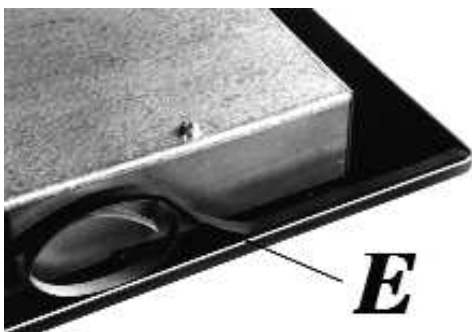

FIG. 9
- Vuelque la placa de cocción y coloque correctamente el lado adhesivo de la junta "E" (fig. 9) debajo del borde de la misma de manera que el lado externo de la junta coincida perfectamente con el borde perimétrico externo del cristal. Los extremos de las tiras deben encajar sin solaparse.